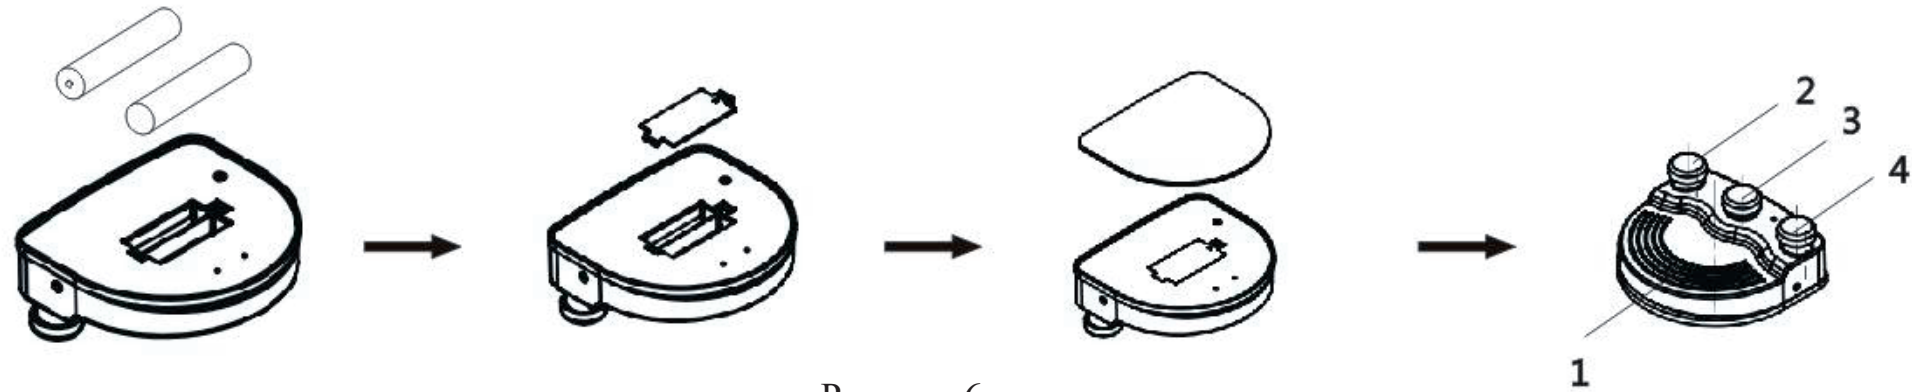
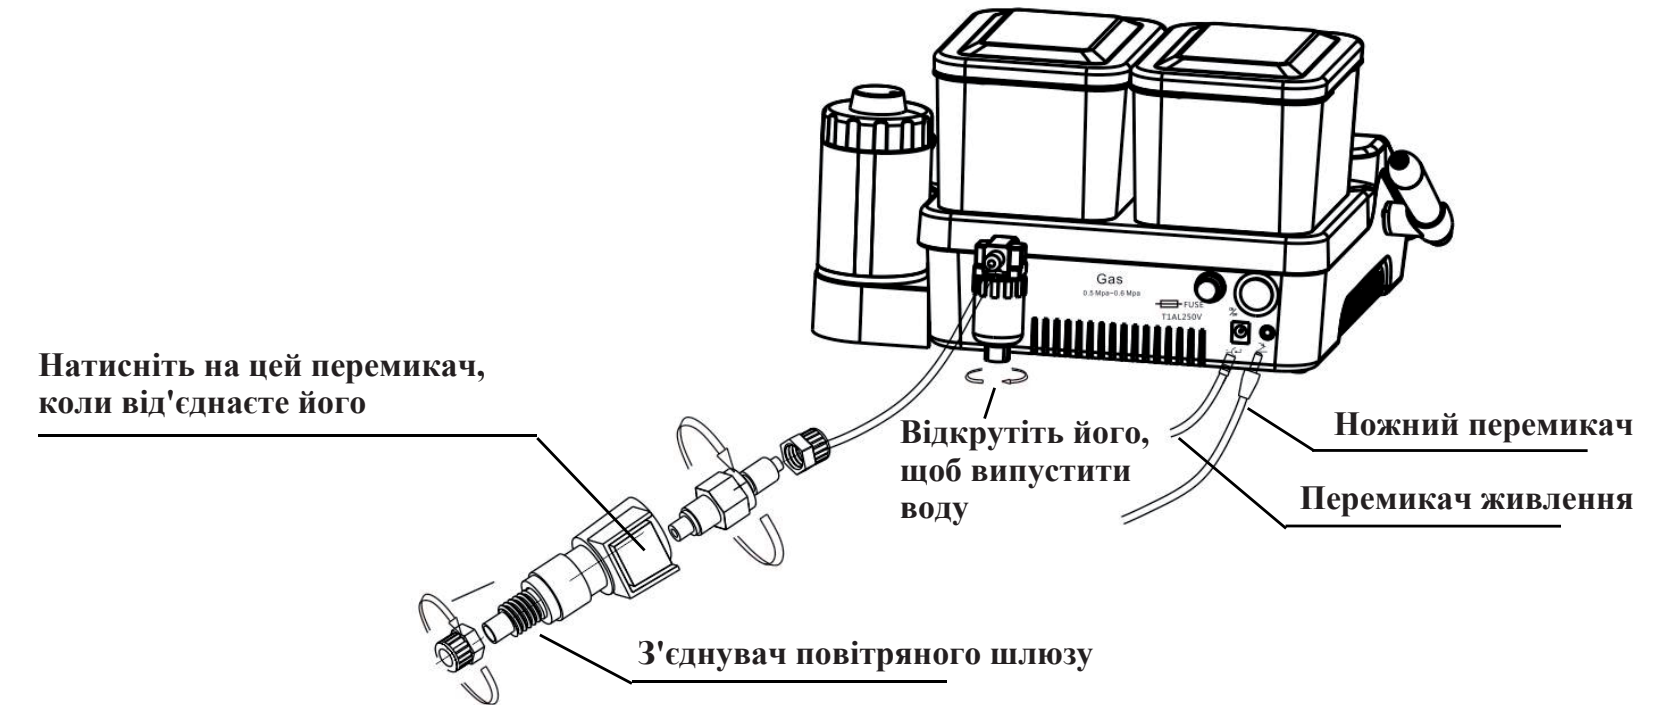

Рисунок 6
Рисунок 7
- (1) Вийміть основний блок з коробки й поставте його на стійку поверхню.
- (2) Установіть батарейки в бездротовий ножний перемикач або вставте штекер дротового ножного перемикача в гніздо основного блоку (див. рис. 6, 7).
- (3) Установлення контуру рідини: налейте відповідну кількість очищеної води в пляшку, а потім уставте пляшку з водою в основний блок.
- (4) Установлення повітряного контуру: під'єднайте зовнішнє джерело повітря до повітрязабірника (див. рис. 7).
- (5) Закріпіть насадку на наконечнику за допомогою гайкового ключа, а потім правильно під'єднайте наконечник до гнізда наконечника. Перед установленням наконечника ретельно висушіть місце з'єднання й гніздо наконечника.
- (6) Переконайтеся, що перемикач живлення на основному блоці вимкнено. Уставте вихідний штекер адаптера живлення в основний блок, а потім під'єднайте вхідний штекер адаптера до джерела живлення.
- (7) Увімкніть перемикач живлення основного блоку, після чого загориться LCD-екран. За стандартними налаштуваннями використовується ліва пляшка.
- (8) Частота в нормальному робочому стані є надзвичайно високою. Переконайтеся, що насадка перебуває в нормальному робочому стані, тільки злегка торкайтеся нею й робіть зворотно-поступальні рухи з певною швидкістю, щоб видалити зубний камінь. Явного нагріву насадки немає, тому, будь ласка, не докладайте надмірних зусиль і не залишайтеся на одному місці занадто довго під час очищення зубів.
- (9) Інтенсивність вібрації: відрегулюйте інтенсивність вібрації за потреби, як правило, до середньої інтенсивності вібрації, або відрегулюйте інтенсивність вібрації будь-коли під час клінічного процесу відповідно до чутливості пацієнта та твердості каменю.
- (10) Регулювання витрати води: натисніть на ножний перемикач – насадка почне вібрувати, а потім відрегулюйте витрату води, щоб утворився струмінь, який охолоджує наконечник, і проводьте очищення зубів.
- (11) Після завершення роботи залиште виріб увімкненим на 30 секунд одночасно з поданням води, щоб очистити наконечник і насадку. Будь ласка, стерилізуйте їх відповідно до вимог стерилізації, наведених у пункті 4.1 (див. для отримання детальної інформації).